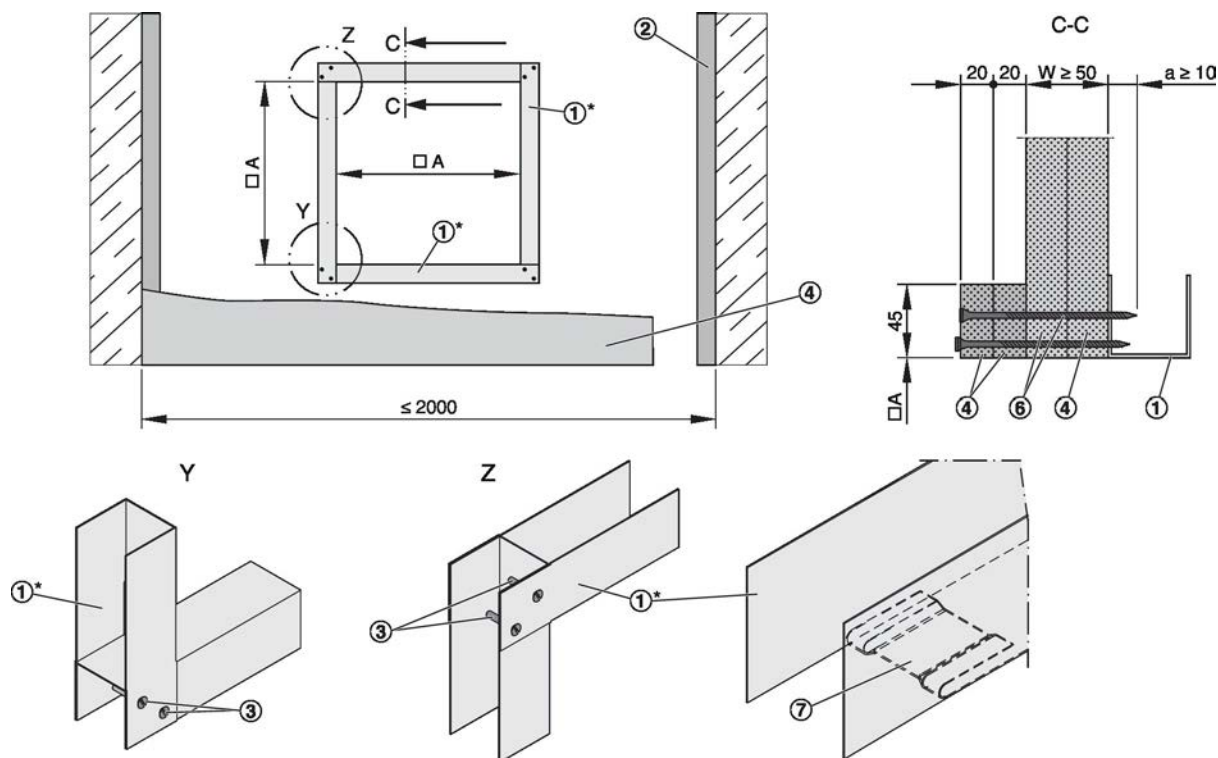

Fig. 58: Mur à gaine sans structure portante métallique et revêtement sur un côté
- Monter le mur à gaine conformément aux instructions du fabricant et créer une ouverture avec des bandes de renfort, voir Voir la Fig. 58